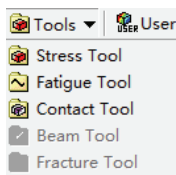

图 6-40 添加应力工具
10) 选择 Solution 工具栏中的 Tools>Stress Tool, 如图 6-40 所示, 此时在树结构图中将出现 Stress Tool 对象。